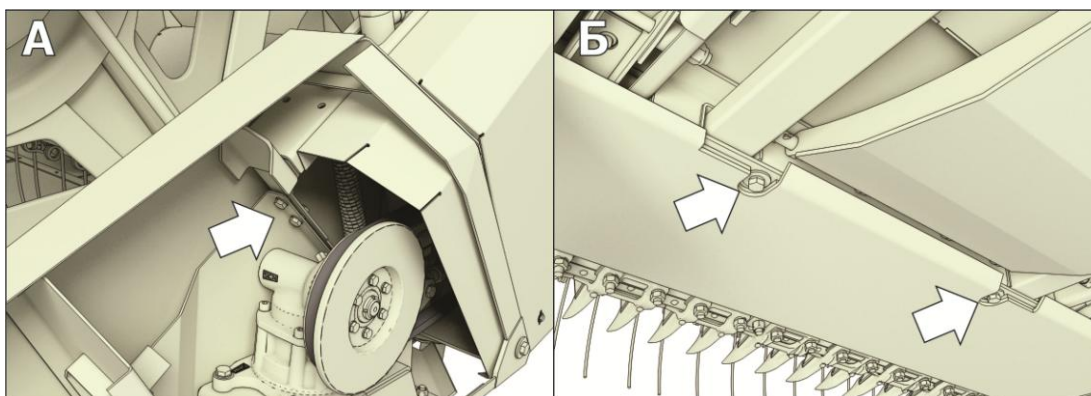

Рисунок 5.23 - Установка копирования режущего аппарата
2) - зафиксировать передние опоры и подвижные боковины режущего аппарата на каркасе жатки болтокрепезом (рисунок 5.23) , при этом режущий аппарат примет положение, показанное на рисунке 5.24;
3) открепить болтокрепеж крепления подвижных опор режущего аппарата к каркасу (рисунок 5.23) по всей ширине жатки, при этом режущий аппарат примет положение, показанное на рисунке 5.29. В этом случае высота среза 40 мм будет постоянной, а режущий аппарат будет иметь возможность копировать рельеф поверхности почвы в пределах от 0 до 100 мм относительно корпуса жатки;